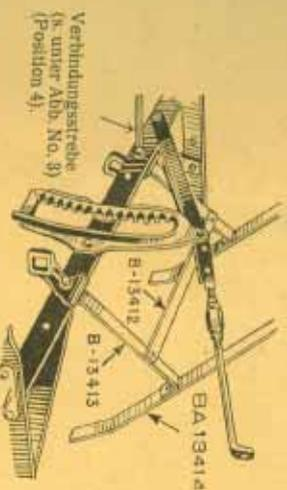
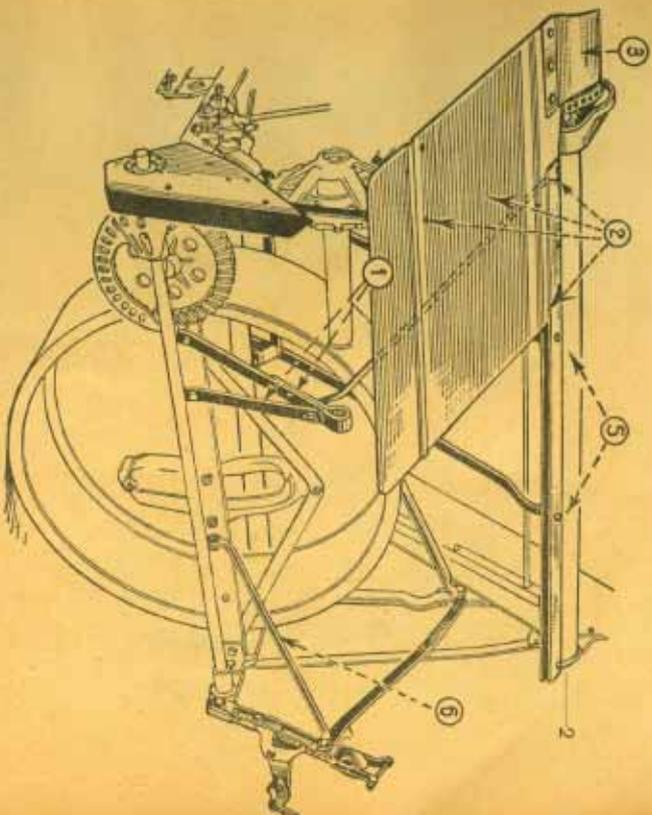

Abbildung Nr. 12D.
Abbildung Nr. 12.
5. Befestige die Führungsbänder (BA 13414) für das untere Elevatortruch-Ende (mit den gebogenen Enden nach oben) oben unterhalb der Binderisch-Führung (s. Abb. Nr. 12) und unten an den Streben (D 13413) wie Abb. Nr. 12D zeigt.
6. Befestige die Strebe des vorderen Binderpfostens an dem Binderpfosten und der Rahmenschwelle, wie Abb. Nr. 12 und Nr. 12A zeigen.
1. Schraube den hinteren Binderposten mit der Verstärkungsstrebe an die Außenschwelle, in der Anordnung wie Abb. Nr. 12 zeigt. Die richtige Anbringung dieser beiden Teile ist sehr wichtig.
4. Stecke die Verbindungsstrebe durch den Transportachshalter (HB 6893) und Plattformschwelle, Mutter mit Federling nur lose aufstecken. Befestige das andere Ende dieser Verbindungsstrebe an der Innenschwelle des Hauptrahmens zusammen mit dem Transportachshalter (BB 2152) und der einen Strebe des Führungsbundes (B 18413) für das Elevator-Tuchende), wie Abbildung zeigt, siehe auch Abbildung Nr. 12 D.